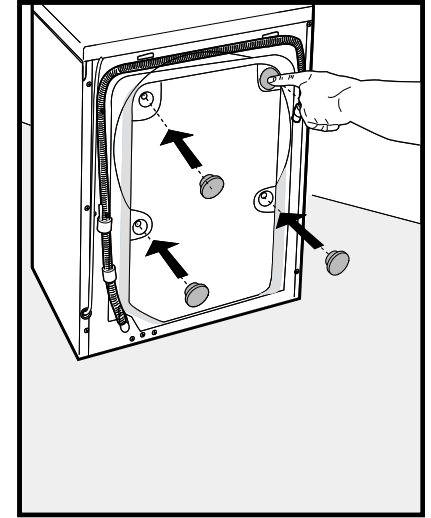

fig. 3B
Bouchez les 4 trous, du panneau arrière, à l'aide des 4 bouchons en plastique (fig. 3B) livrés avec la notice d'utilisation.
Dévissez les 12 vis (V) du panneau arrière (fig. 3B) et détachez le panneau.